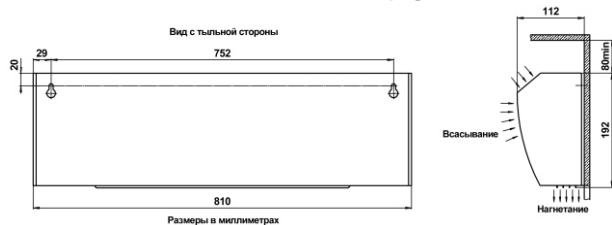

Рис. 1. Габаритные и установочные размеры
6.2 Установочные размеры завесы указаны на рис.1 Приложения. Допускается только горизонтальная установка завесы.